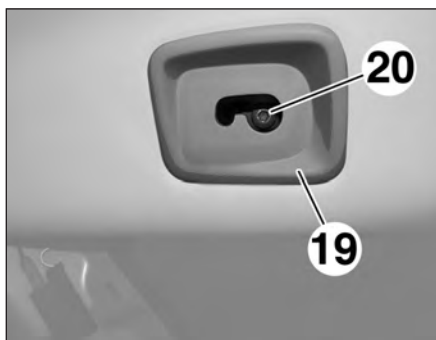

FIG.82
• Déposer la vis (20) des supports de store (19) (Fig.82).